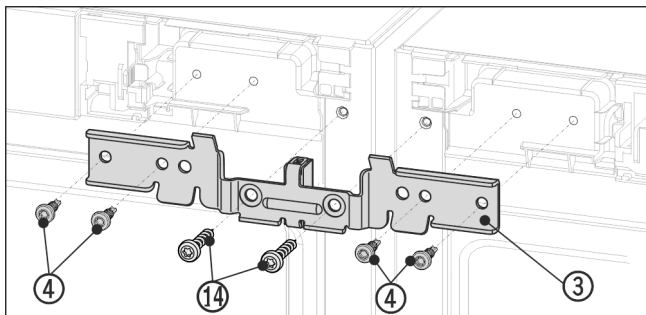

Fig. 13 Simbolična slika
- ▶ Kotnik Fig. 13 (3) z distančnikom potisnite med aparata in na zatiče. Kotnik izmenično rahlo privijajte na levi in desni strani s štirimi vijaki Fig. 13 (4) in predhodno izvijte ozemljitvenima vijakoma Fig. 13 (14).